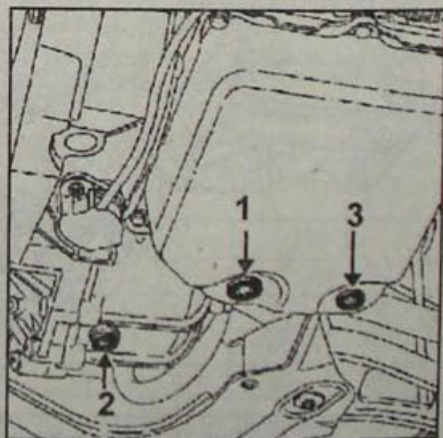

Рис. 7.4. Расположение пробок слива трансмиссионной жидкости из картера коробки передач (1) и дифференциала (2) и пробки (3) проверки уровня жидкости
- Однако если необходимо заменить трансмиссионную жидкость отверните пробку слива (2, рис. 7.4) и слейте жидкость.
- Выверните пробку с трехгранным углублением под ключ В. Vi. 1213 (1, рис. 7.4) и слейте трансмиссионную жидкость из картера коробки передач.